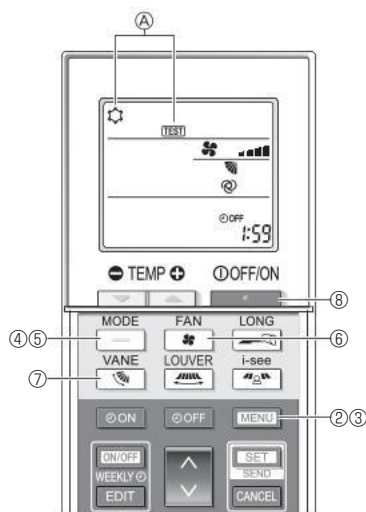

Fig. 8-5
- 2 Pulse el botón **MENU** durante 5 segundos. (Fig. 8-5)
En pantalla se visualiza **TEST** (PRUEBA) y el modo actual de funcionamiento. (Fig. 8-5)